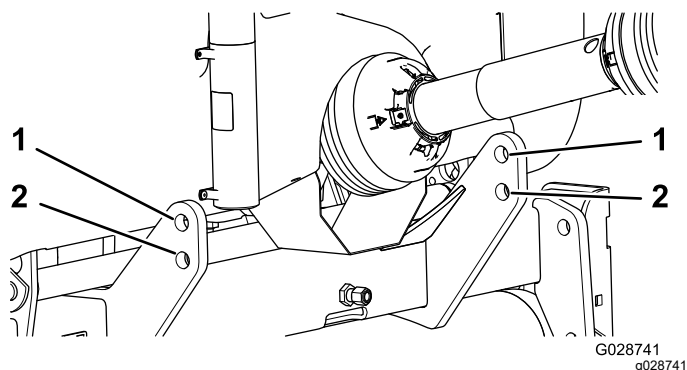

Figure 5
**Remarque:** Pour obtenir une garde au sol maximale, insérez les goupilles d'attelage dans les trous inférieurs de la plaque d'attelage de la machine (Figure 5). Pour déterminer quand utiliser les trous de montage supérieurs, voir la procédure d'installation 4 Accouplement de l'arbre d'entraînement de la PDF (page 11).